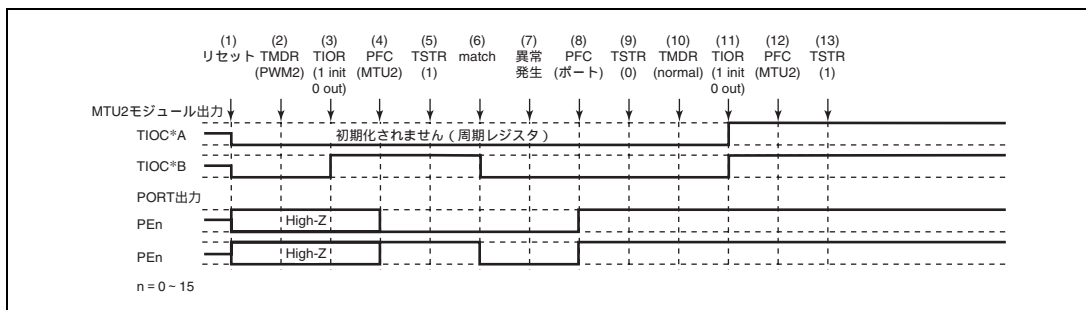

図 9.136 PWM モード 2 で異常が発生し、ノーマルモードで復帰する場合
PWM モード 2 で異常が発生し、再設定後ノーマルモードで再スタートする場合の説明図を図 9.136 に示します。
(1) ~ (9) は図 9.136 と共通です。
(10) PWM モード 1 を設定します。
(11) TIOR で端子を初期化してください (PWM モード 1 では TIOC\*B 側は初期化されません)。
(12) PFC で MTU2 出力としてください。
(13) TSTR で再スタートします。
(10) PWM モード 2 で再スタートする場合には必要ありません。
(11) TIOR で端子を初期化してください (PWM モード 2 では周期レジスタの端子は初期化されません)。
(16) PWM モード 2 で動作中に異常が発生し、位相計数モードで再スタートする場合の動作
- (1) ~ (9) は図 9.136 と共通です。
- (10) 位相計数モードを設定します。
- (11) TIOR で端子を初期化してください。
- (12) PFC で MTU2 出力としてください。
- (13) TSTR で再スタートします。